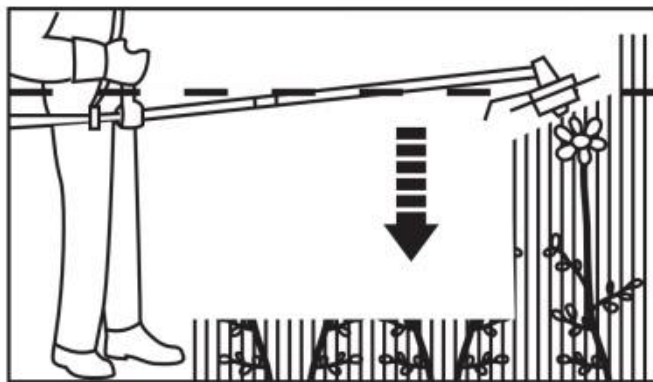

Fig. 43
4. Halten Sie den Schneidkopf niemals höher als Ihre Hüfte (Abb. 43); je höher Sie den Schneidkopf halten, desto größer wird das Risiko, dass Gegenstände weggeschleudert werden.